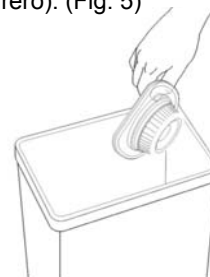

Fig. 5
6. Para limpiar el filtro HEPA, agárrelo firmemente del bastidor y golpéelo vigorosamente contra la pared interior de un receptáculo para polvo (basurero). (Fig. 5)